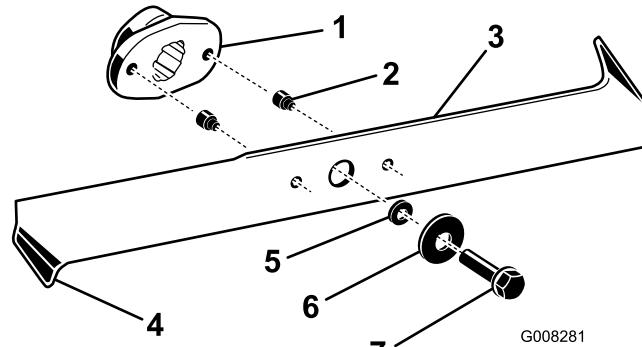

Bild 38
2. Untersuchen Sie die Schnittkanten (Bild 38). Bauen Sie die Schnittmesser aus und schärfen sie, wenn die Kanten nicht scharf sind oder Kerben aufweisen; siehe „Schärfen der Messer“.
3. Prüfen Sie die Schnittmesser, insbesondere die gebogenen Kanten (Bild 38). Montieren Sie neue Messer, wenn Sie eine Abnutzung oder Beschädigung dieses Bereichs feststellen.
4. Ersetzen Sie die Scherbolzen sofort, wenn Sie gebrochen sind (Bild 38).
3. Entfernen Sie die Messerschrauben, Scheiben und Messer (Bild 38). Sie können einen Holzklotz zwischen das Schnittmesser und das Mähwerk keilen, um das Schnittmesser beim Entfernen der Schraube zu blockieren.
1. Montieren Sie die Schnittmesser, Scheiben und Messerschrauben (Bild 38).